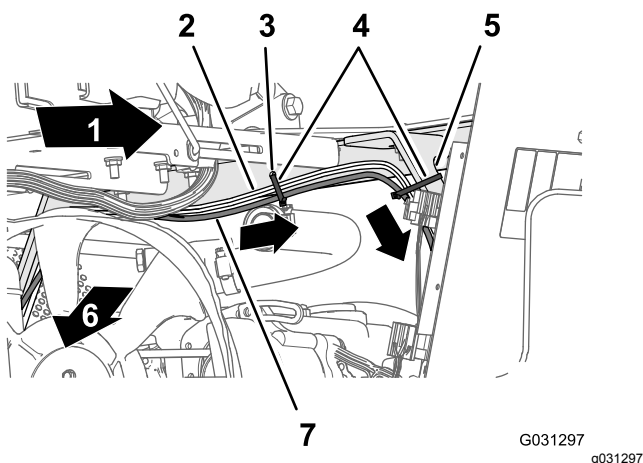
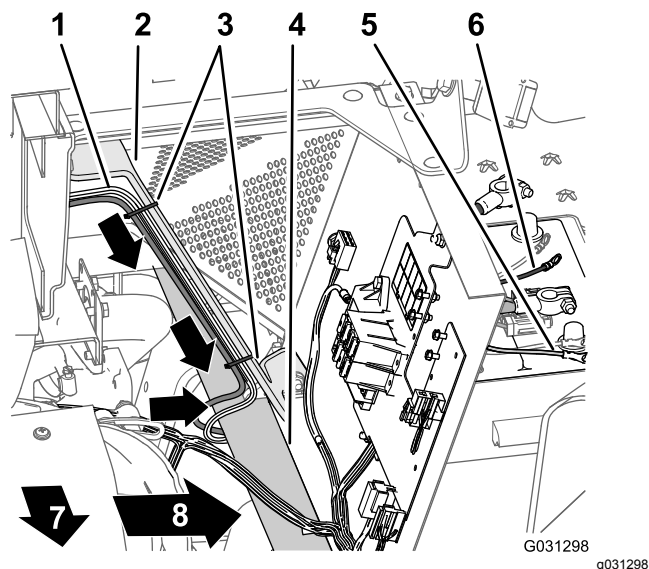

Figura 171
Figura 172
3. Disponete la diramazione di 220 cm del cablaggio elettrico per il sistema di navigazione verso il basso, lungo il supporto sinistro della copertura del motore e sotto il tubo del telaio sinistro (Figura 171).
4. Fissate il cablaggio al foro nell'angolo della cassetta del sedile e al supporto della copertura del motore con 3 fascette per cavi (Figura 171 e Figura 172).
5. Disponete il fusibile da 10 A e i terminali ad anello positivo e negativo della diramazione di 220 cm del cablaggio elettrico per il sistema di navigazione sulla parte superiore della batteria (Figura 172).